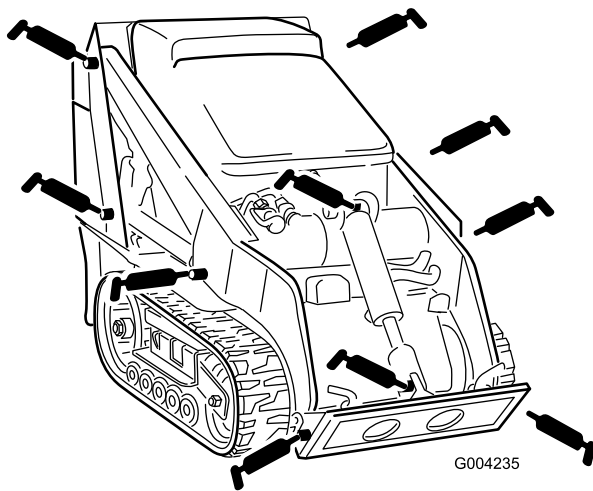
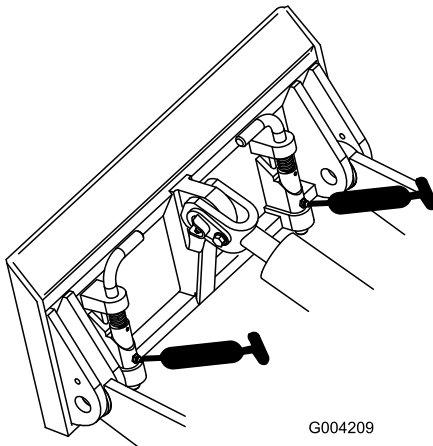

Figure 30
Figure 31
3. Raccordez une pompe à graisse à chaque graisseur (Figure 30 et Figure 31).